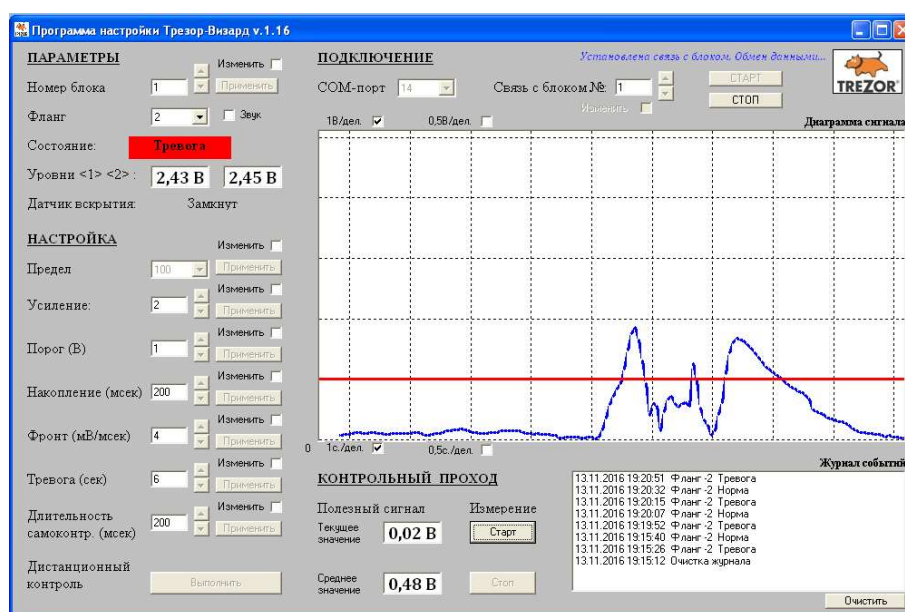

Рисунок 7
4.2.3.2. «Оператор» нажимает кнопку «Старт» в разделе «Контрольный проход» и дает команду «Нарушителю» начать движение вдоль участка, между приемным и передающим кабелями. В окне «Текущее значение» будет отражаться уровень полезного сигнала. Дойдя до конца участка «Нарушитель» должен развернуться и тем же путем двигаться обратно. В момент, когда «Нарушитель» подошел к началу участка «Оператор» должен нажать кнопку «Стоп». В окне «Среднее значение» появиться уровень сигнала, усредненного за все время контрольного прохода рис. 7.